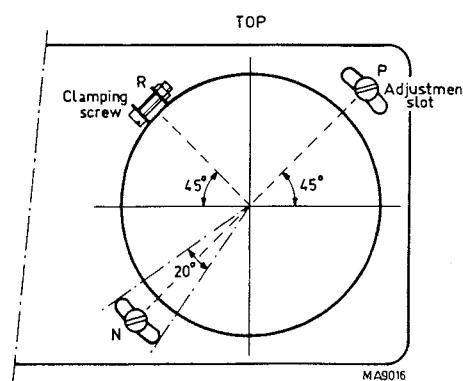

Abb. 2.10. Einstellung der Elektronenstrahlröhre
- Schrauben N und P hinter der Frontplatte lösen (siehe Abb. 2.10.).
- Klemmschraube R des Spannbands der Röhre lockern (Abb. 2.10.).
| Fig. 2.10 | Cathode-ray tube positioning | 25 |